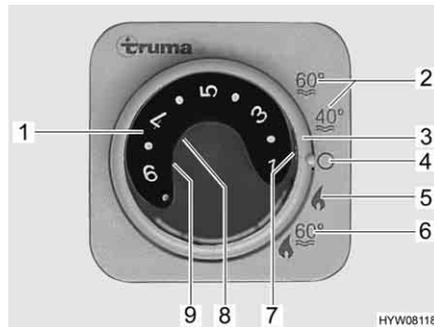

Fig. 132 Unidad de mando para la calefacción/caldera
- Ajustar el modo de funcionamiento con el interruptor giratorio (Fig. 132,3).
Según la temperatura ambiente deseada, la calefacción selecciona automáticamente la potencia de quemador necesaria. Cuando se alcanza la temperatura ambiente deseada se desconecta el quemador. En el modo de funcionamiento "calefacción y caldera" (Fig. 132,6), se calienta también el agua de la caldera. En el modo "calefacción sin caldera" (Fig. 132,5), la calefacción puede funcionar con la caldera vacía.
- Girar el botón giratorio de temperatura (Fig. 132,1) de la unidad de mando al nivel deseado.
- Situar el interruptor giratorio (Fig. 132,3) en el modo invierno "calefacción sin caldera" (Fig. 132,5) o en modo invierno "calefacción y caldera" (Fig. 132,6).
La luz de control verde (Fig. 132,7) se enciende.
- Ajustar el interruptor giratorio (Fig. 132,3) en "O" (Fig. 132,4).
La combinación de los funcionamientos a gas y con electricidad a 230 V acorta el tiempo de calentamiento (esto solo es posible si en la unidad de mando (Fig. 132) la calefacción se encuentra ajustada en modo de invierno).